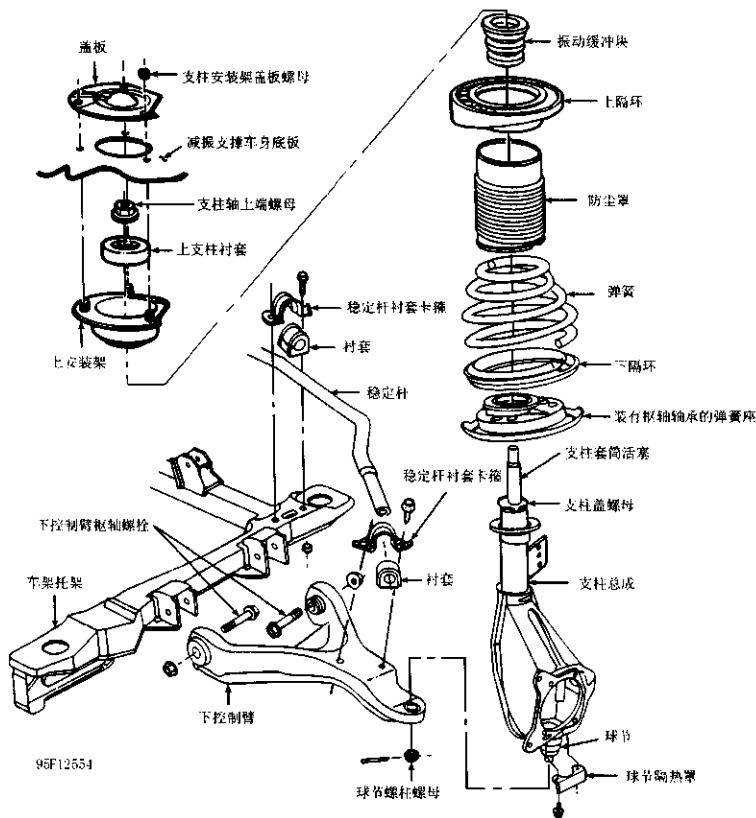

图 5-5 前悬架解体图
前悬架采用装有稳定杆的麦克弗逊支柱型悬架(图 5-5)。支柱体焊接在锻造的钢制转向节上。下球节用铆钉固定在转向节上。转向枢轴轴承安装在下弹簧座内。更换支柱套筒可以从下罩安装,而不拆卸支柱总成。
2) 放松弹簧, 并卸下弹簧和其它支柱零部件 (图 5-5)。如果要更换支柱套筒, 请用支柱盖螺母扳手 (J-35671) 卸下盖螺母。
1) 重新装配时, 按照与解体步骤相反的顺序操作。确保在台阶和下隔环的第一个止推凸耳之间可以看见螺旋弹簧下端 (图 5-5)。
2) 松开轮毂和轴承总成螺栓。用前轮毂芯轴拆卸器(J-28733-A)，将半轴花键压出轮毂和轴承总成(图5-5)。不要破坏半轴保护罩。卸下轮毂和轴承螺栓。拧下防抱死制动系统传感器(如果有)，并放在一边。卸下轮毂和轴承总成。
卸下发动机挡泥板。对于所有车型，卸下车轮。从下控制臂上断开稳定杆(图 5-5)。卸下车球节开口销和螺母。用球节分离器(J-39517)从下控制臂中分离球节。卸下车球节枢轴和螺母。卸下车球节臂；
安装时，按照与拆卸步骤相反的顺序操作。安装下控制臂枢轴，并使枢轴头相对(图 5-5)。按规范拧紧螺母和螺栓(参见 5.1.4 节)。
1) 在车架处顶起并支牢汽车前部。卸下车轮。卸下车球节隔热罩，开口销和螺母(图 5-5)。
1) 使汽车停在地面上。作标记标明支柱安装架盖板与车身的相对位置关系，以便安装时参考（图 5-5）。卸下 3 个螺栓和支柱安装架盖板。用 50 号扭力夹具和支柱轴螺母拆卸器（J-35669）卸下支柱上部螺母。
安装时，按照与拆卸步骤相反的顺序操作。为轻松地安装支柱上端衬套，请用肥皂液润滑衬套（图 5-5）。如果必要，在支柱安装架衬套安装了一部分后，在支柱轴上安装支柱加长杆（J-35668），然后按指定位置定位支柱轴。按规范拧紧所有紧固件，参见 5.1.4 节。检查车轮定位，参见 5.1 节。